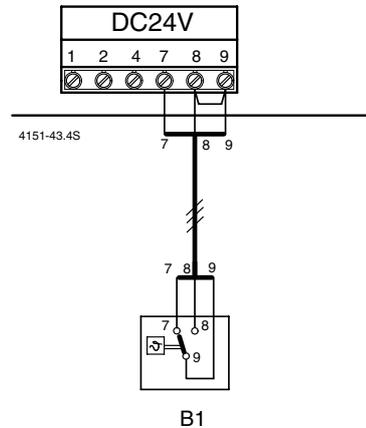

Fig. 21
- ▶ Usare il modulo d'accensione del bollitore SE 8 (B1), cod. 7 719 001 172, Fig. 21.